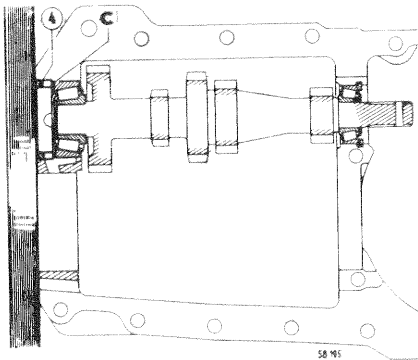

Fig. 72. — Réglage du roulement arrière de l'arbre primaire
• Placer les cales de réglage (C) trouvées au démontage et l'entretoise (4) (fig. 72).